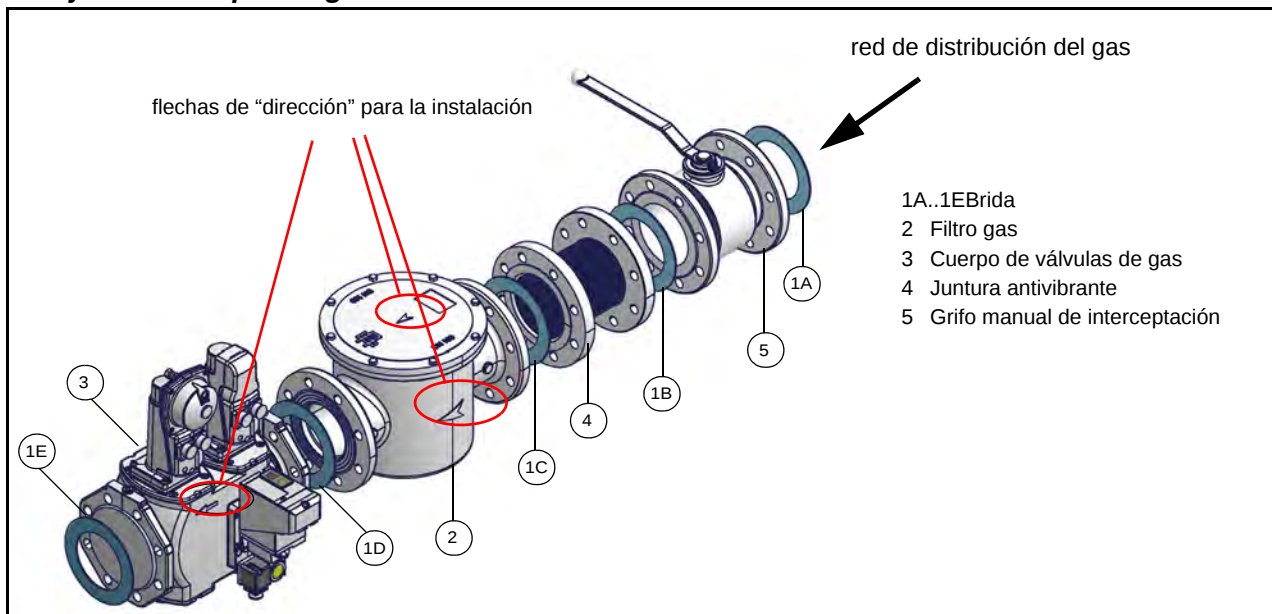

Fig. 4 - Ejemplo de rampa gas
- 1-b) en el caso de juntas embridadas: interponer entre un miembro y el otro, una junta (n. 1A..1E - Fig. 4), compatible con el gas utilizado,